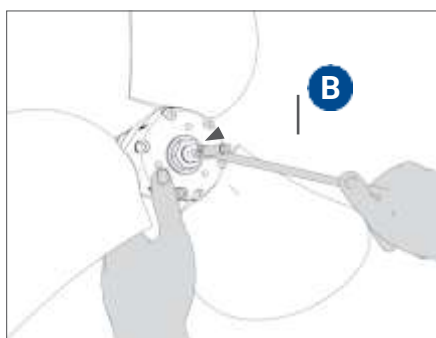

FIG. 5 Visser le boulon de sécurité (Sail-Drive)
- Un boulon de sécurité avec une rondelle spéciale anti-desserrage **B** est fourni et doit être vissé après avoir effectué le serrage de l'écrou **T** (**Fig. 5**).